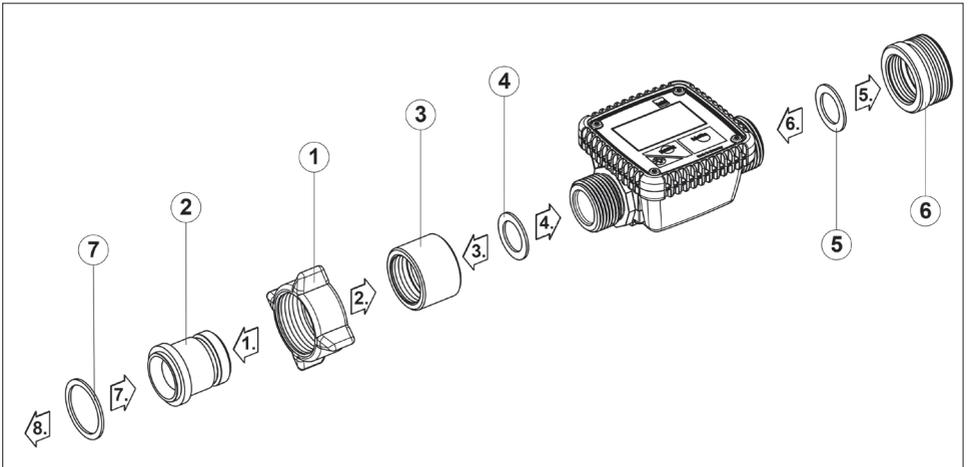

Bild 3
1. Flügelüberwurfmutter (1) über Gewindenippel (2) schieben (→ Bild 3)
2. Gewindenippel (2) in Gewindebuchse (3) schrauben
3. Flachdichtung (4) in Gewindebuchse (3) einlegen
4. Gewindebuchse (3) an Durchflusszähler schrauben
5. Flachdichtung (5) in Reduziernippel (6) einlegen
6. Reduziernippel (6) an Durchflusszähler anschrauben
7. Flachdichtung (7) in die Flügelüberwurfmutter (1) einlegen